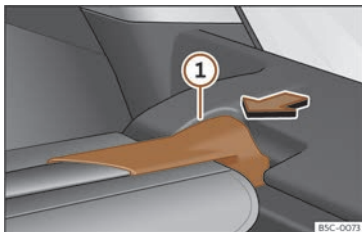

Fig. 184 Dans le coffre à bagages : démonter la plage arrière.
- Appuyez sur le support de la plage arrière >>> **fig. 184** (1) dans le sens de la flèche.
- Insérez le support de la plage arrière >>> **fig. 184** (1) dans le logement de l'autre côté.